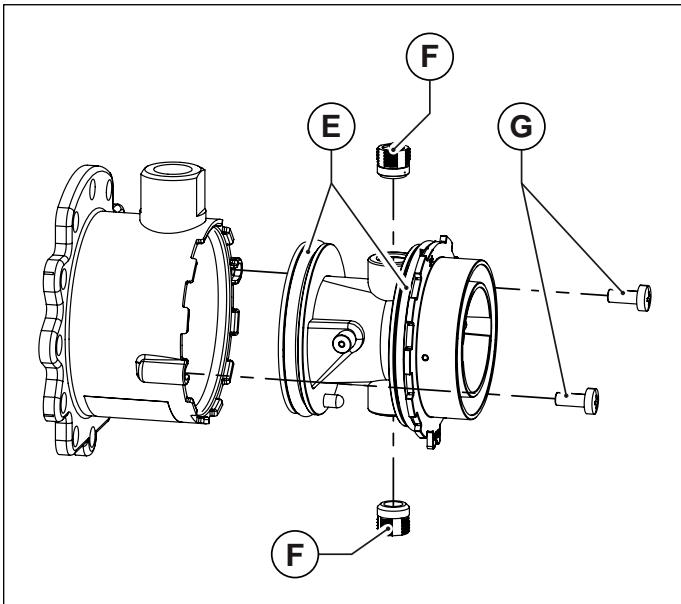
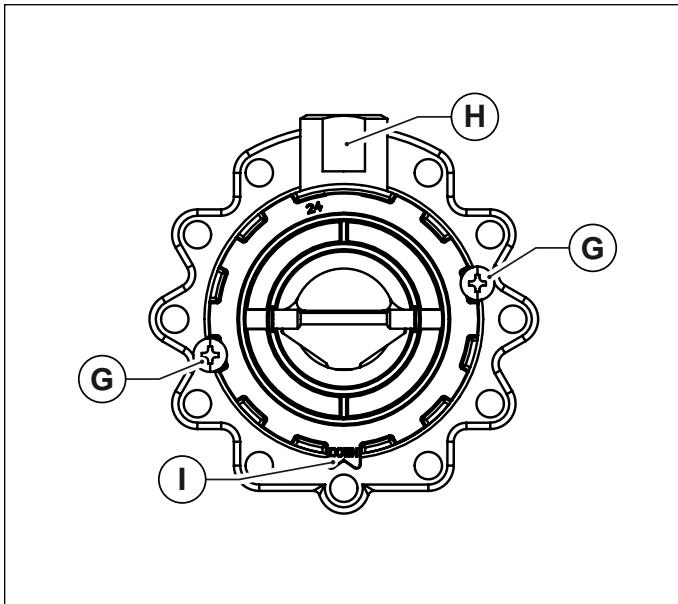

Рис. 38 Пластмассовый корпус смесителя
Рис. 39 Монтажное положение
- Отвинтить два винта и вытащить пластмассовый корпус смесительного узла (смотри Рис. 38 Пластмассовый корпус смесителя).
- Используя шестигранный ключ, вывинтить две форсунки диаметром 6 мм (смотри Рис. 38 Пластмассовый корпус смесителя).
- Вставить пластмассовый корпус (трубку Вентури) в смесительный узел и зафиксировать его крепежными винтами, обращая внимание на то, чтобы не повредить кольцевые прокладки, расположенные по краям пластмассового корпуса Рис. 38 Пластмассовый корпус смесителя) правильно выбрать монтажное положение (смотри Рис. 39 Монтажное положение).
- Закрепить смесительный узел на вентиляторе с помощью шестиграных винтов, не забыв установить между ними уплотнительное кольцо (смотри Рис. 38 Пластмассовый корпус смесителя).
- Вставить пластмассовый корпус (трубку Вентури) в смесительный узел и зафиксировать его крепежными винтами, обращая внимание на то, чтобы не повредить кольцевые прокладки, расположенные по краям пластмассового корпуса Рис. 38 Пластмассовый корпус смесителя (правильно выбрать монтажное положение (смотри Рис. 39 Монтажное положение).
- Закрепить смесительный узел на вентиляторе с помощью шестигранных винтов, не забыв установить между ними уплотнительное кольцо (смотри Рис. 38 Пластмассовый корпус смесителя).